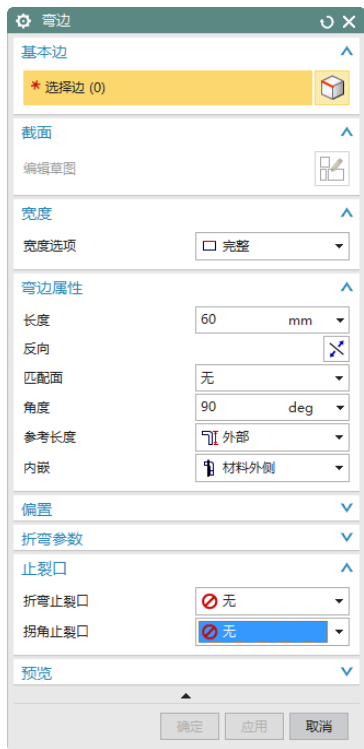

图 5-36 “弯边”对话框
(1) 选择“菜单(M)”→“插入(S)”→“折弯(N)”→“弯边(F)...”, 或者单击“主页”选项卡“折弯”面组上“弯边”按钮, 打开如图 5-36 所示“弯边”对话框。
(2) 设置“宽度选项”为完整, “长度”为 60, “角度”为 90, “参考长度”为“外部”, “内嵌”为“材料外侧”, 在“折弯止裂口”和“拐角止裂口”下拉列表框中选择“”。